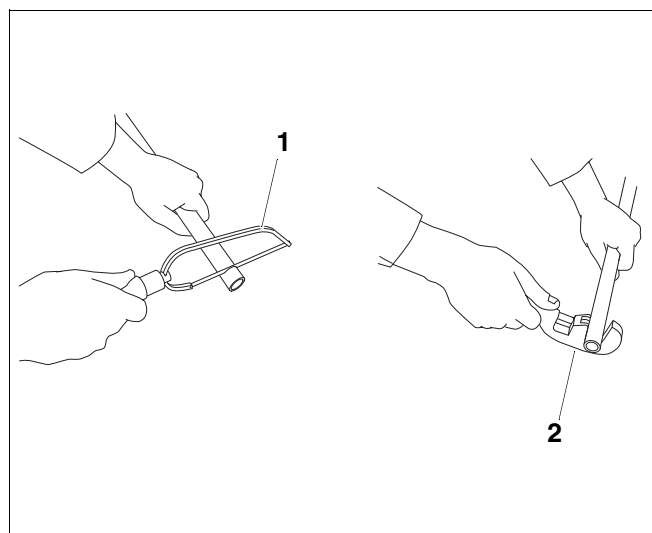

Fig. 1 Tagliare a misura
- Tagliate perpendicolarmente il tubo di rame, con un seghetto o un tagliatubi (fig. 1, **pos. 1** e 2).